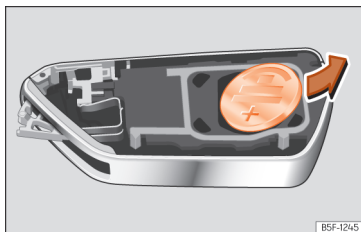

Fig. 72 Chave do veículo: remoção da pilha.
- Extraia a pilha do compartimento com um objeto fino adequado »» Fig. 72.
- Coloque a pilha nova, pressionando-a no compartimento respetivo »» ①.